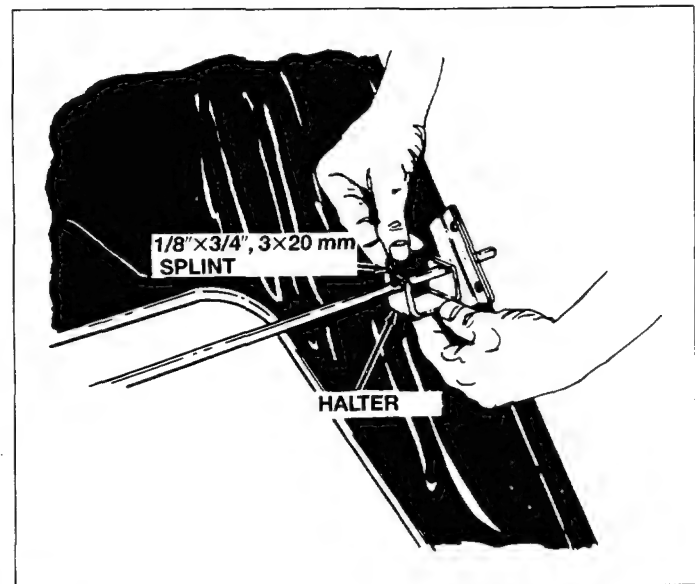

Bild 24
14. Die Halter auf jeder Seite des Behälters mit Splint 3×20 mm sichern. Siehe Bild 24.